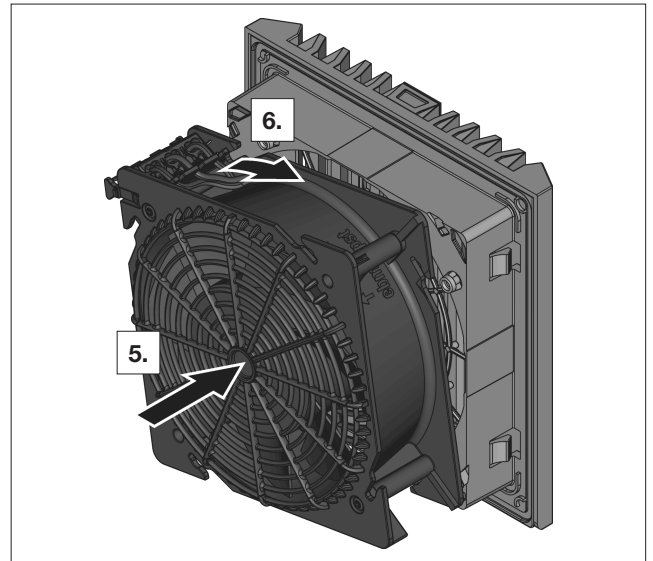

Fig. 9 : verrouillage de la fermeture à baïonnette
- Insérer à nouveau le carter où est logé le filtre du ventilateur dans le carter où est logé le filtre (voir fig. 9).